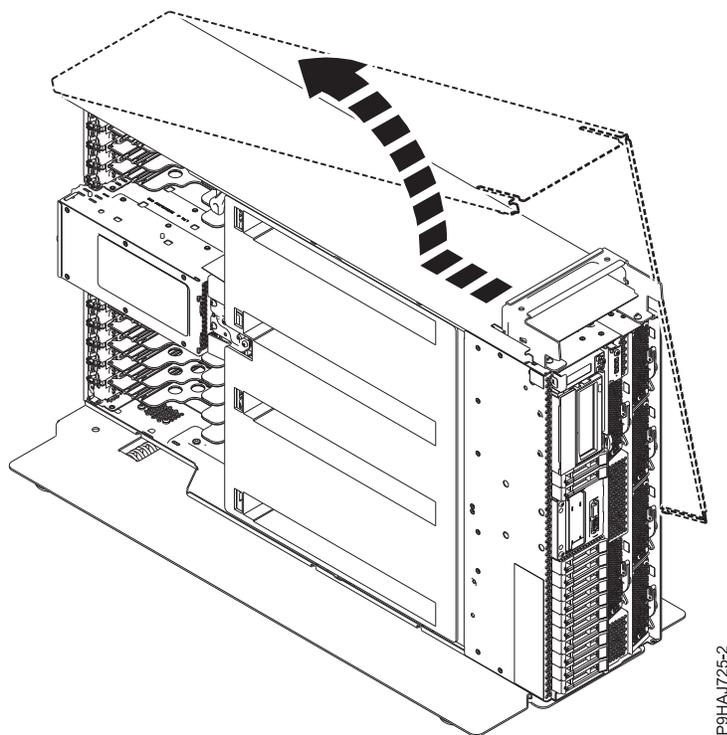

Figure 45. Retrait du capot latéral
6. Séparez le capot latéral du système en le faisant coulisser dans la direction indiquée dans la figure 45.